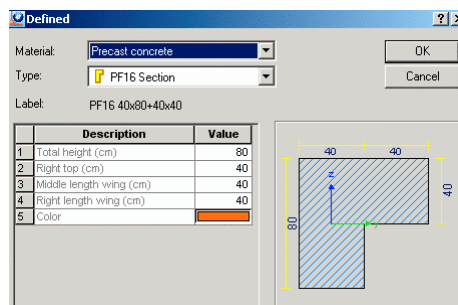

Figura 16: Dimensiunile secțiunii în formă de L
- În coloanele **Description** și **Value**, introduceți valorile din Figura 16.